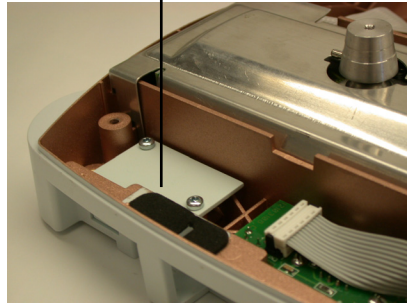

Abbildung 2B
6. Die 2 Schrauben, mit denen die COM2-Abdeckplatte hinten und rechts vom unteren Gehäuse befestigt ist, entfernen (siehe Abbildung 2B). Die Abdeckplatte und 2 Schrauben entsorgen.